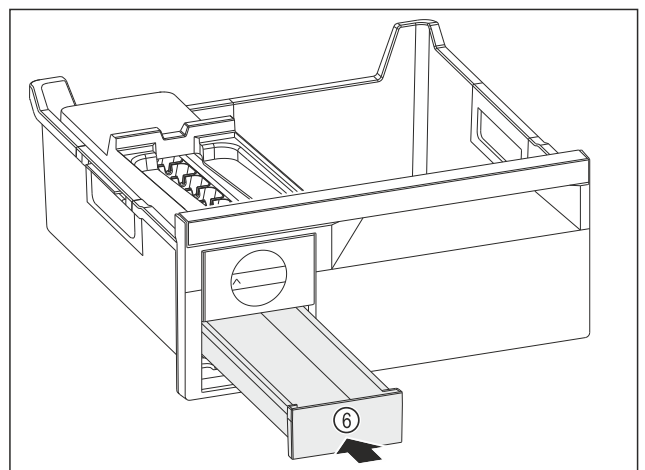

Fig. 188
- ▶ Zasunúte zásuvku na kocky ľadu Fig. 188 (6).